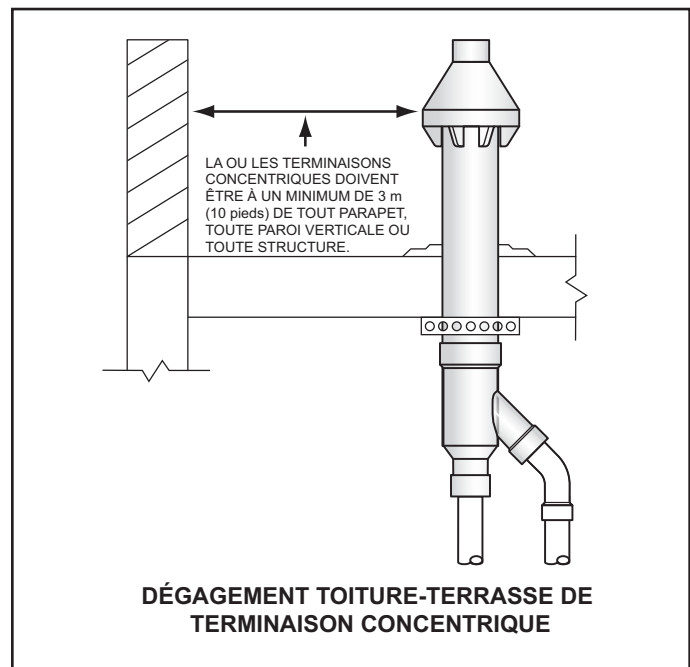
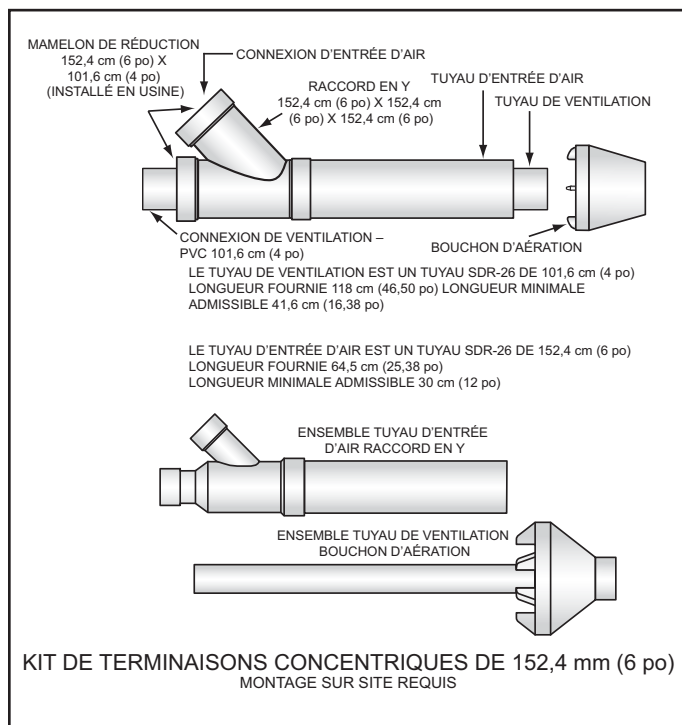
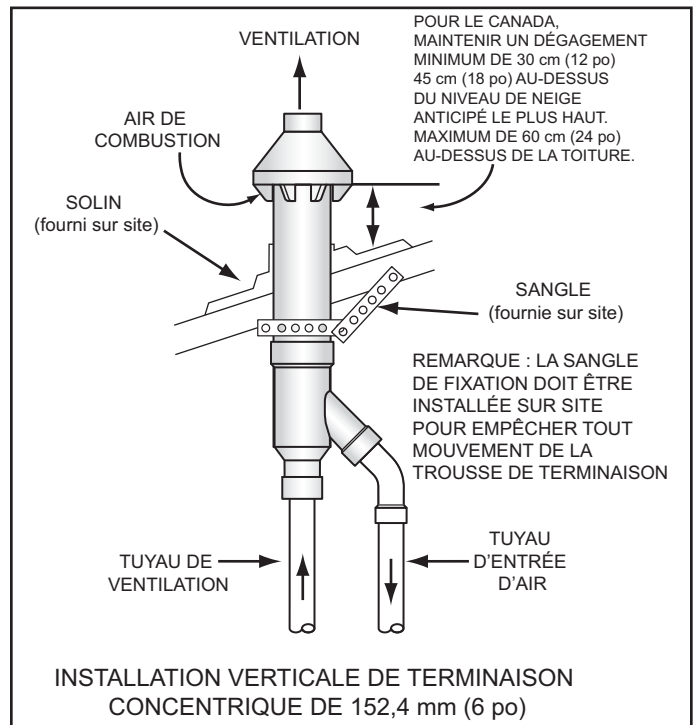
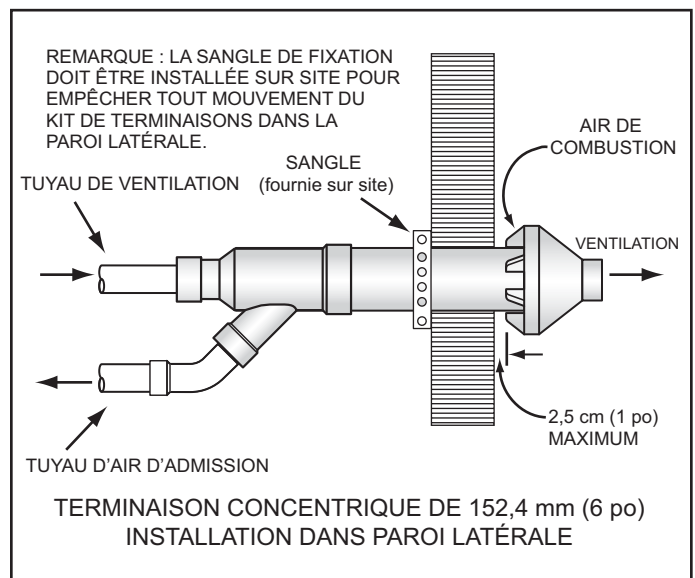

Figure 24
Figure 25
Figure 26
Figure 27
3. Lors de l'installation d'une terminaison concentrique verticalement à travers le toit, s'assurer que toutes les exigences de dégagement vertical extérieur pour la terminaison concentrique, illustrées à la Figure 24 à la page 28 et à la Figure 26 à la page 29, sont maintenues. Ces dégagements et ceux cités par les codes locaux et nationaux doivent être maintenus.
4. Lors de l'installation d'une terminaison concentrique verticalement à travers un toit-terrasse, le bouchon d'aération de la terminaison doit se trouver à un minimum de 3 m (10 pi) de tout parapet, toute paroi verticale ou structure comme l'indique la Figure 24.
Voir la Figure 25 pour les longueurs minimales admissibles pour la terminaison concentrique de 4 po.
Assembler et installer la terminaison concentrique de 6 po. Se reporter aux instructions des Figure 25, Figure 26 et Figure 27 :